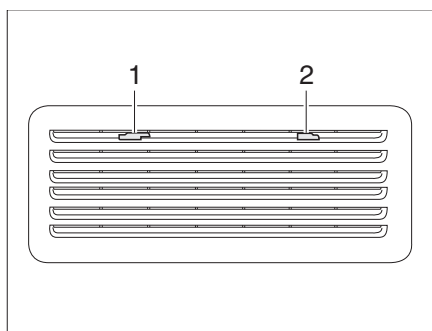

Fig. 349 Rejilla de ventilación del frigorífico (Thetford)
- Deslizar el bloqueo (Fig. 349,1) hacia el centro.